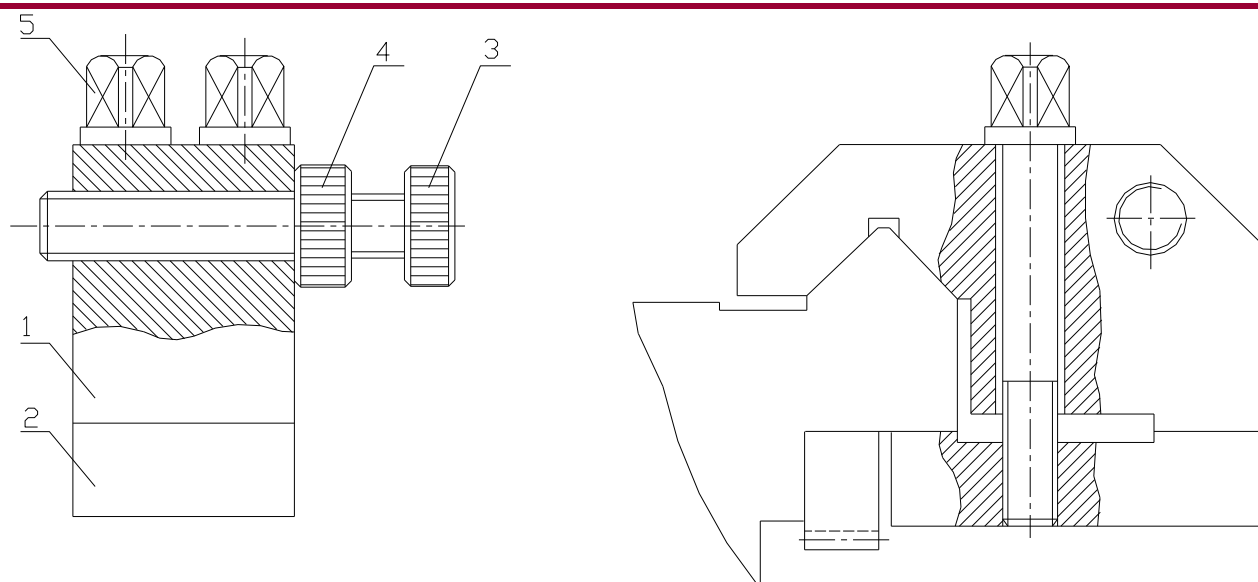

Fig.13.3
13.3. Not-Aus- Halteanschlag (Fig.13.3)